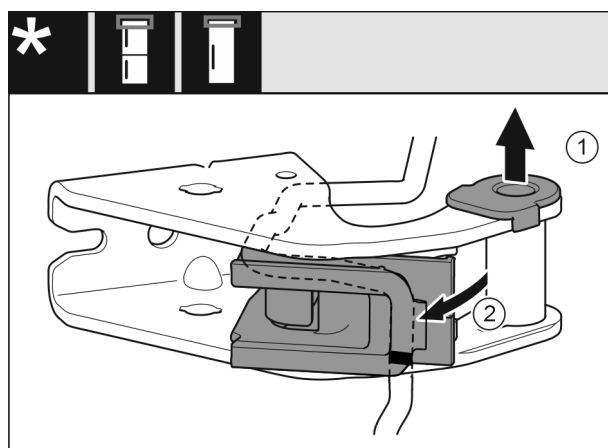

Fig. 26
- ▶ Lagerbuchse aus Führung ziehen. Fig. 26 (1)
- ▶ Kabelhalterung ausschwenken. Fig. 26 (2)